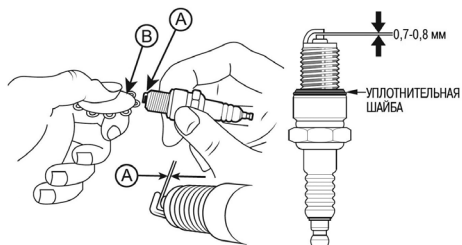

Рис. 21 Проверка зазора между электродами
4. Измерьте зазор между электродами свечи зажигания специальным щупом. Зазор должен быть $0,7-0,8$ мм (Рис. 21). При увеличении или уменьшении